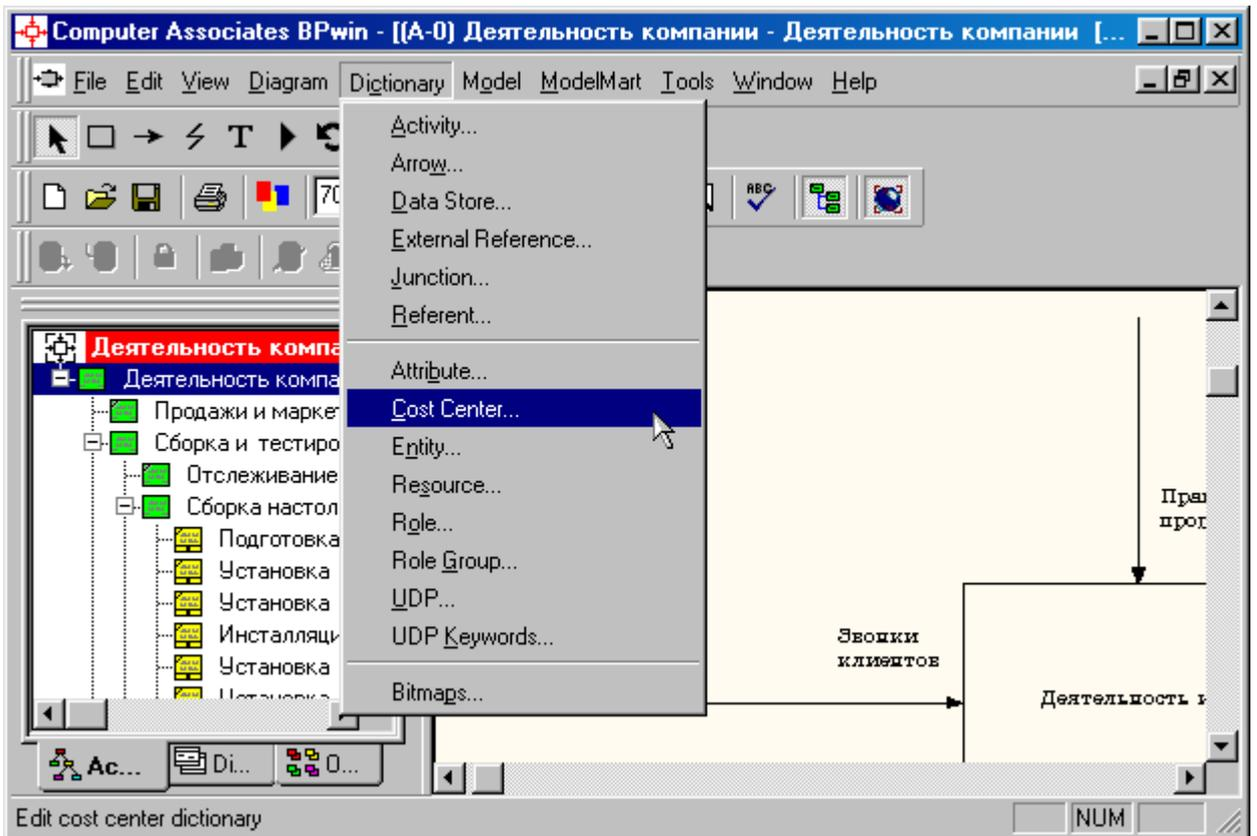
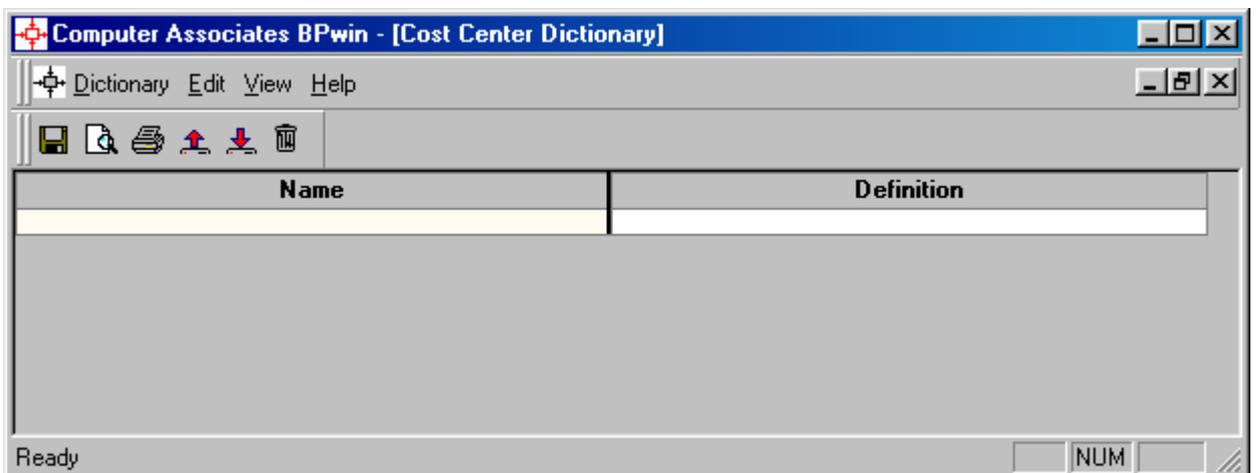

Рисунок 8.2- Выбор меню Dictionary/Cost Center
Рисунок 8.3 – Незаполненное окно Cost Center Dictionary
- 2 Перейдите в меню **Dictionary/Cost Center (Словарь/Центр Затрат)** (рисунок 8.2) и в окне **Cost Center Dictionary (Словарь Центра Затрат)** (рисунок 8.3) внесите название и определение центров затрат (таблица 8.1). Вид окна **Cost Center Dictionary** после внесения название и определение центров затрат представлен на рисунке 8.4 (обратите внимание на то, что центры затрат упорядочились по алфавиту).